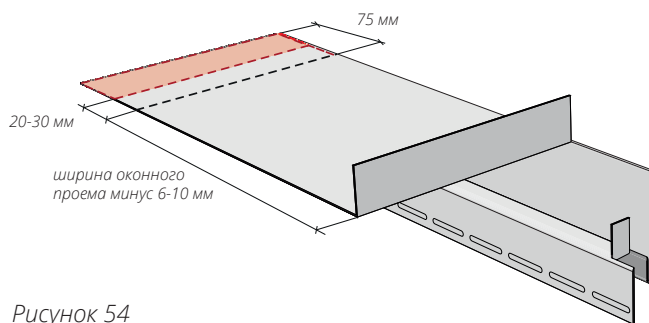

Рисунок 54
- 13.9** Подрезы и загибы верхней околооконной планки с противоположной стороны делаются аналогично. Измерьте расстояние ширины оконного проема. Отнимите из этого расстояния 6-10 мм. Нанесите разметку согласно рис. 54, сделайте подрезы и загибы.